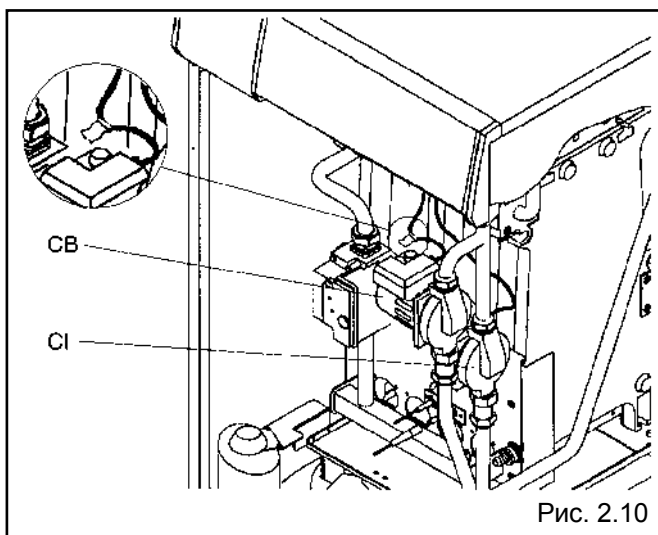

Рис. 2.10
- из двух проводов, выходящих из пульта управления, тот, что помечен этикеткой, подсоедините к насосу контура горячего водоснабжения (СВ), а другой — к насосу контура отопления (СІ), как показано на рис. 2.10.